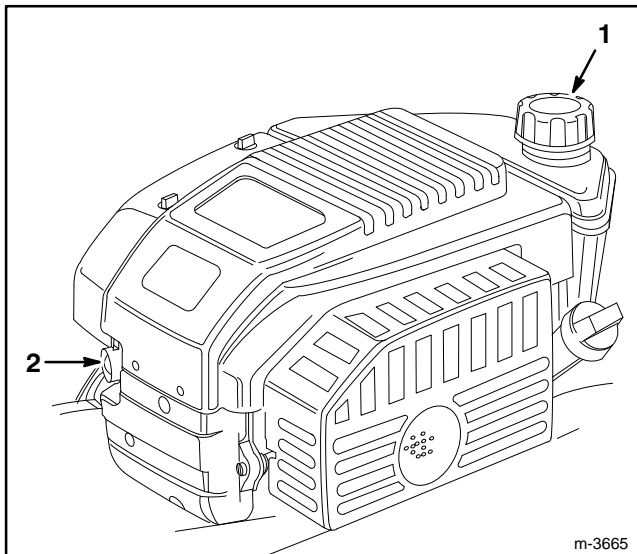

Abbildung 8
1. Rund um den Kraftstofftankverschluß reinigen und die Kappe vom Tank entfernen (Abb. 8).
4. Die Kaltstarthilfe dreimal (3) drücken (Abb. 8).